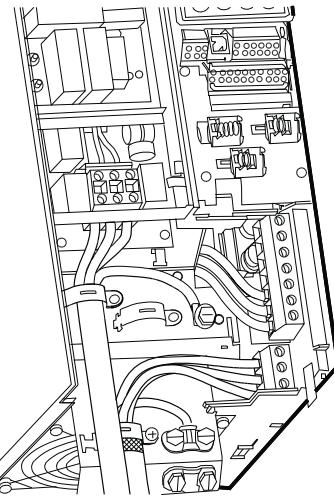

Fig. 16 Net- og motortilslutning, B3
- Forsigtig** 1. Tilslut jordlederen til klemme 95 (PE). Se fig. 16 og 17.
1. Tilslut jordlederen til klemme 99 (PE). Se fig. 16 og 17.
2. Tilslut motorlederne til klemme 96 (U), 97 (V), 98 (W).